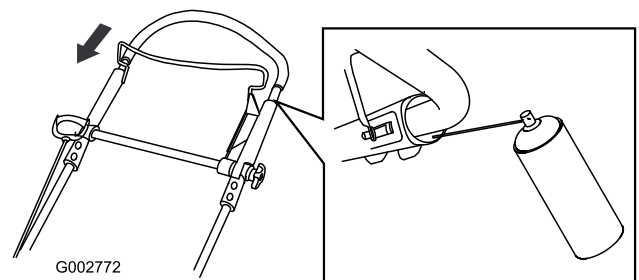

Figure 41
2. Abaissez complètement la partie supérieure du guidon et pulvérisiez la surface en plastique intérieure de la poignée extérieure (Figure 41).